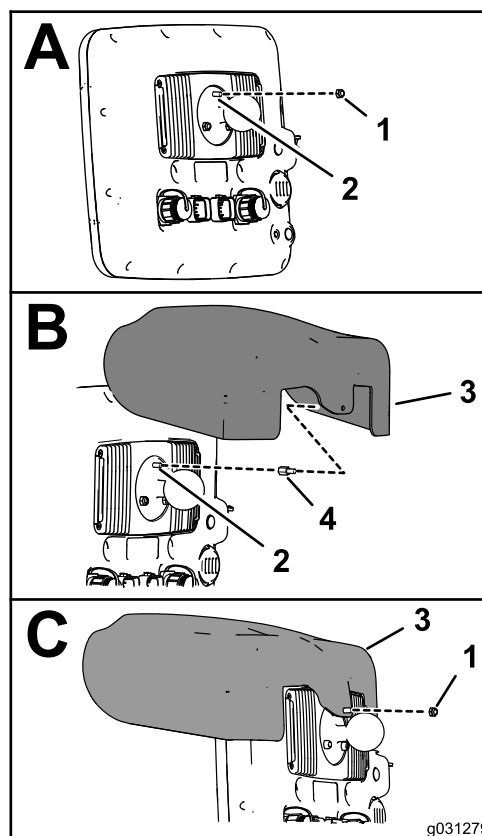

Figura 155
1. Na traseira do monitor de pulverização e com os 2 conectores (26 pinos) alinhados para baixo, retire a porca de bloqueio superior (5 mm) do pino para a união articulada esférica (Figura 155).
3. Enrosque a saliência no pino na união articulada esférica (Figura 155) e aperte a saliência com uma força de 250 N cm.
5. Alinhe o orifício na tampa do mostrador com a porção do pino da saliência roscada (Figura 155).